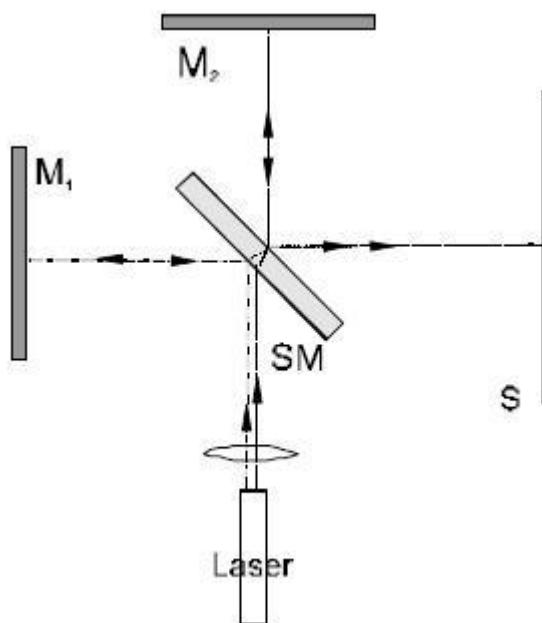

Fig. 2 Montagem do prato de experiência Interferômetro de Michelson (M₁, M₂ = Espelhos, SM = Espelho semitransparente, S = tela de vidro fosco)
- Colocar o laser aproximadamente no centro no lado comprido da placa (Fig. 2) e alinhar o raio laser paralelo à placa base (ver as observações).
- Colocar o espelho semitransparente entre o laser e o espelho M₂ (ver Fig. 2). O ângulo entre o espelho semitransparente e o eixo do raio laser deveria ser no possível exatamente 45°.
- Montar a tela de vidro fosco segundo Fig. 2. O feixe de raio laser deve incidir no centro dele.
Na montagem segundo Fig. 2 é importante que as ondas circulares superpostas só formem um ângulo pequeno. Então se pode ver a franja de interferência na superfície I (ver Fig. 3a). Se o ângulo for muito grande (Fig. 3b), a interferência não poderá ser observada. Por isso é importante, que o raio laser esteja alinhado de tal maneira, para que corra paralelo à placa de base e que continue percorrendo paralelamente após da reflexão nos espelhos M₁ e M₂.